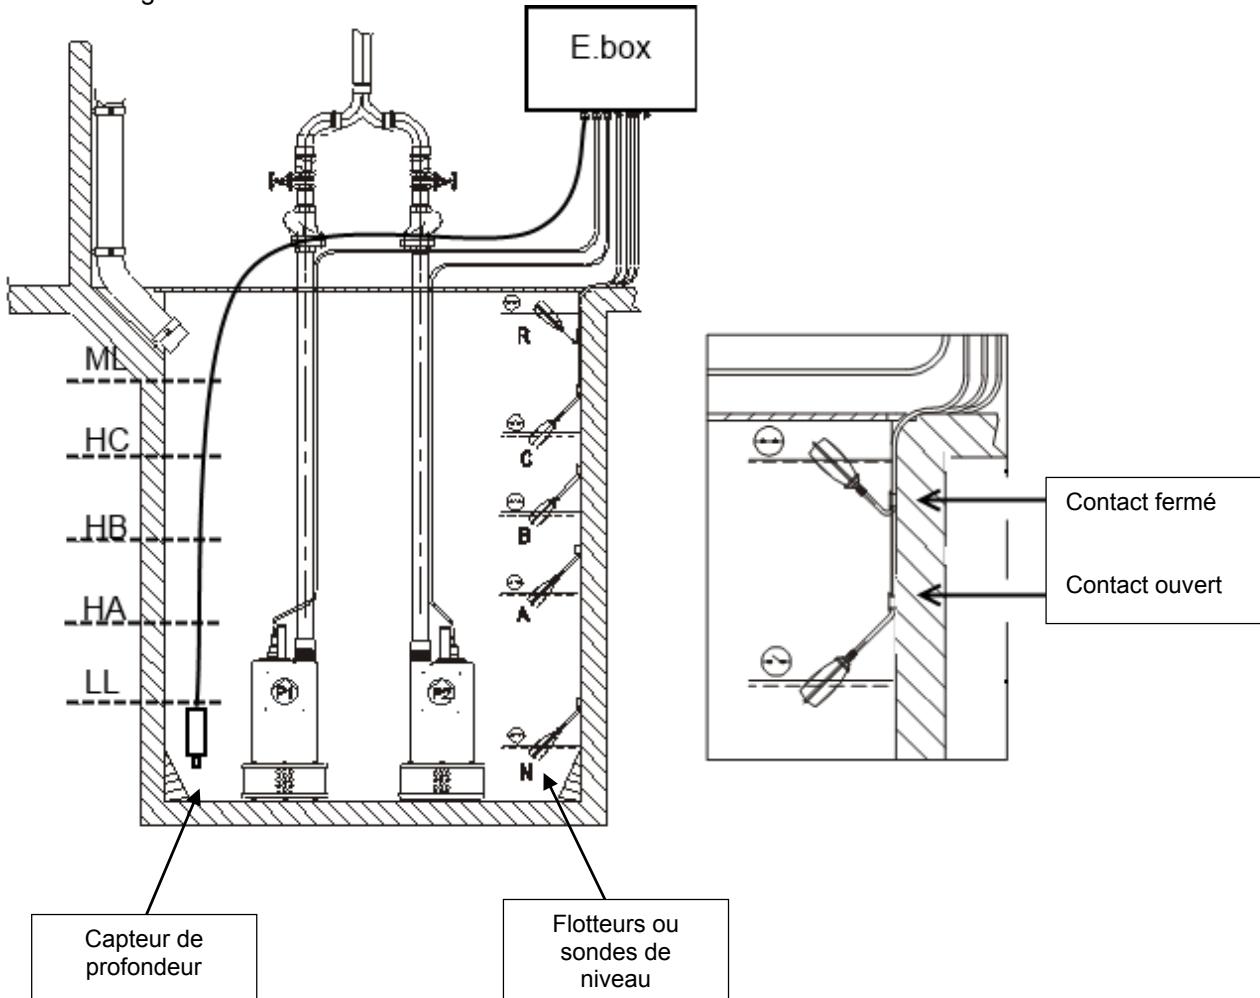
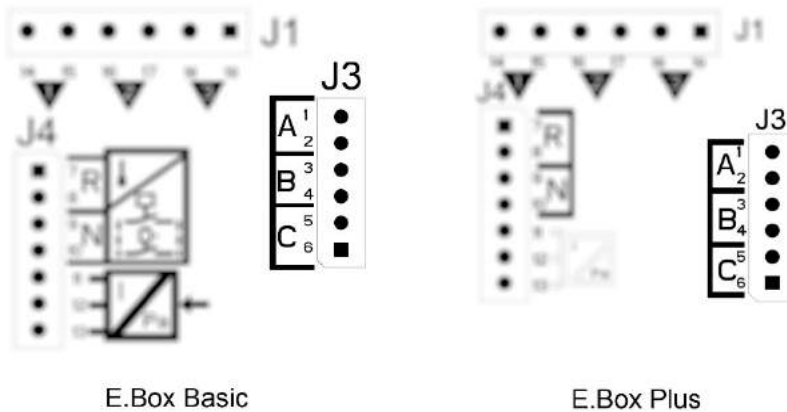

Figure 31 : Drainage, schéma de l'installation
Figure 34 : Entrées
- Utiliser des flotteurs pour le drainage, un contact ouvert au niveau d'eau bas, voir la Figure 31 Drainage.
- **Système à 2 flotteurs ou sondes de niveau** : dans ce cas, il faut utiliser les entrées B et C. La borne A doit rester libre. Dans la cuve, les flotteurs doivent être branchés comme illustré à la Figure 31. Pour l'installation électrique, se reporter à la Figure 34 Entrées.
- **Système à 3 flotteurs ou sondes de niveau** : dans ce cas, il faut utiliser les entrées A, B et C. Les flotteurs doivent être branchés dans la cuve comme illustré à la Figure 31 : drainage schéma installation. Pour l'installation électrique, se reporter à la Figure 34 Entrées.